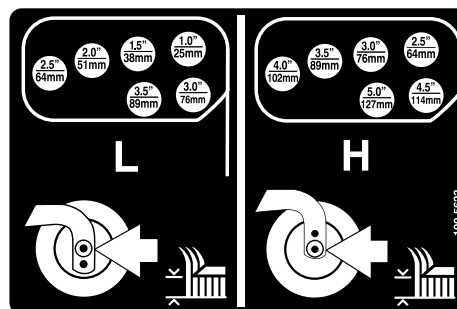

Figure 23
5. Tournez la tige de tension pour élever ou abaisser le bras de pivot jusqu'à ce que les trous soient en face de ceux du support de hauteur de coupe sélectionnés dans le bâti du plateau de coupe (Figure 22 et Figure 23).